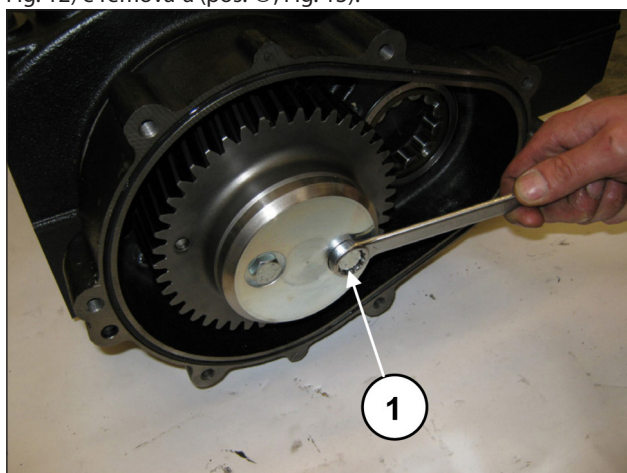
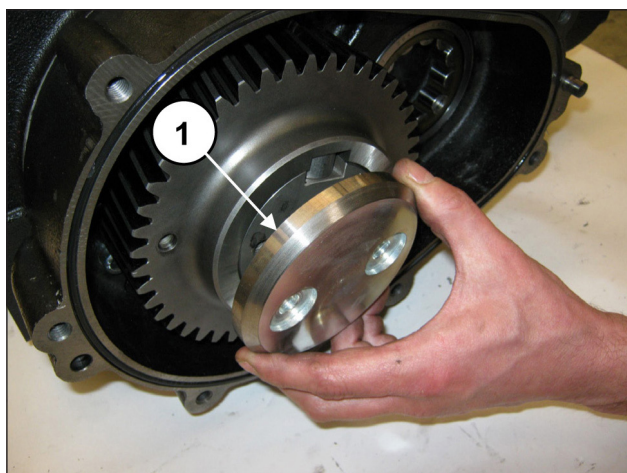

Fig. 12
Fig. 13
Desaperte os parafusos que fixam a retenção da coroa (pos. ①, Fig. 12) e remova-a (pos. ①, Fig. 13).